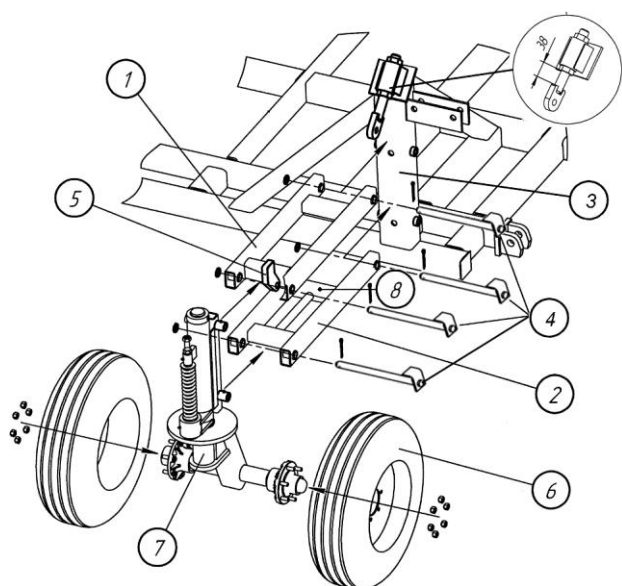

Рис. 4.2.1. Сборка передней подвески
4.1.5. Установите болты 7 (М39х333) – 4 шт. и гайки регулировки глубины обработки на главную раму и крылья, обеспечив между гайкой и проушиной болта примерно 38 мм (рис.4.2.1), туго не затягивать. На задние башни крыловых рам устанавливаются болты 12 (М39х397) – 2 шт.
4.2.1. Закрепите верхнюю 1 и нижнюю 2 переключины на стойке главной рамы 3, установив пальцы 4 ($\text{Ø}25,4 \times 356$), шайбы и шпильки $\text{Ø}5 \times 63$, как показано на рис. 4.2.1.